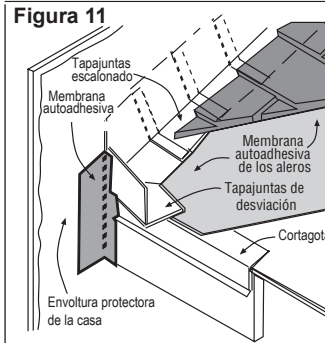

Figura 11
Figura 11, Tapajuntas de desviación ± Para impedir que el agua penetre detrás del material de forrado y en la intersección del techo, instale un "tapajuntas de desviación" suficientemente largo e inclinado para desviar el agua que baja por el techo lejos del material de forrado.
* La ilustración (figura 11) se reprodujo con autorización de la publicación THE JOURNAL OF LIGHT CONSTRUCTION. Si desea información para suscribirse, llame al (800) 375-5981 o visite www.jlconline.com.